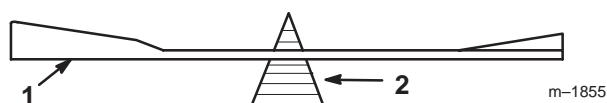
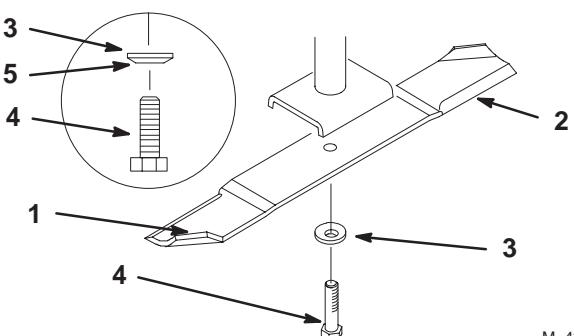

Figure 36
Figure 37
1. Tenez la lame à son extrémité avec un chiffon ou un gant épais. Retirez le boulon, la rondelle élastique et la lame de l'axe de la lame (Fig. 37).
2. Vérifiez l'équilibre de la lame en la plaçant sur un équilibrEUR (Fig. 36). Si la lame reste horizontale, elle est équilibrée et peut être utilisée. Si la lame est déséquilibrée, limez un peu l'extrémité de la partie incurvée seulement (Fig. 37). Répétez la procédure jusqu'à ce que la lame soit équilibrée.
1. Placez la lame sur l'axe (Fig. 37).
2. Installez la rondelle élastique et le boulon de la lame (Fig. 37). Serrez le boulon de la lame à 115–150 Nm.